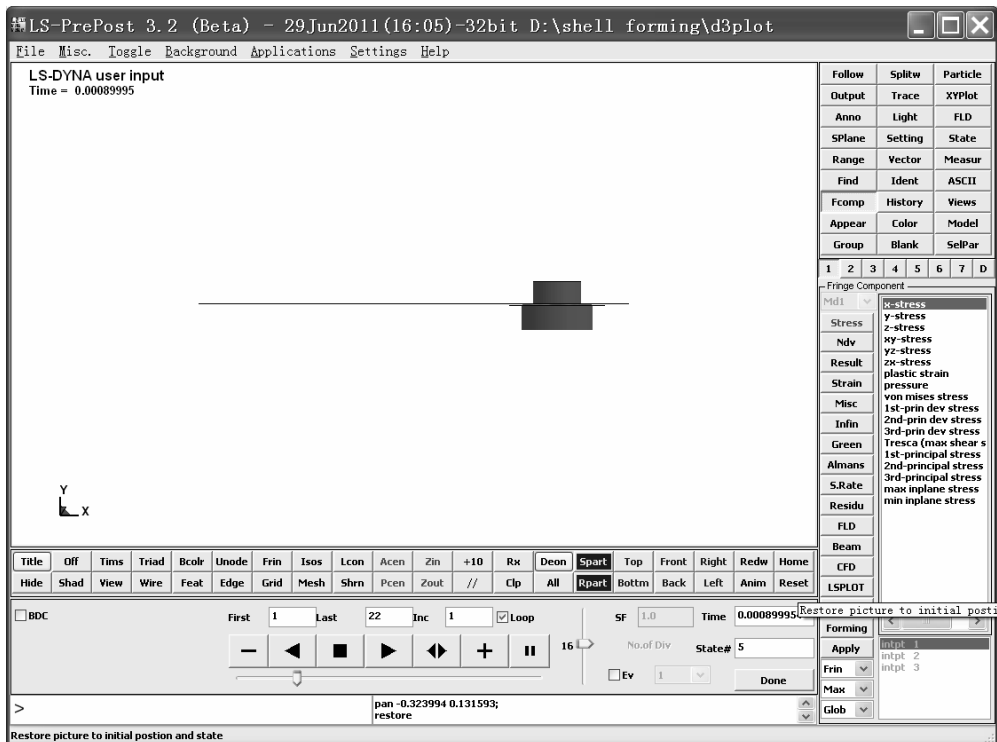

图 10-123 几何模型
(2) 用鼠标左键单击操作界面左上角的“File”, 再将光标指向“Open”, 然后单击“LS-DYNA Binary Plot Ctrl+B”, 最后找出“D:\Ch10\shell forming”目录下的“d3plot”文件。打开该文件后, 图形窗口出现几何模型 (见图 10-123)。